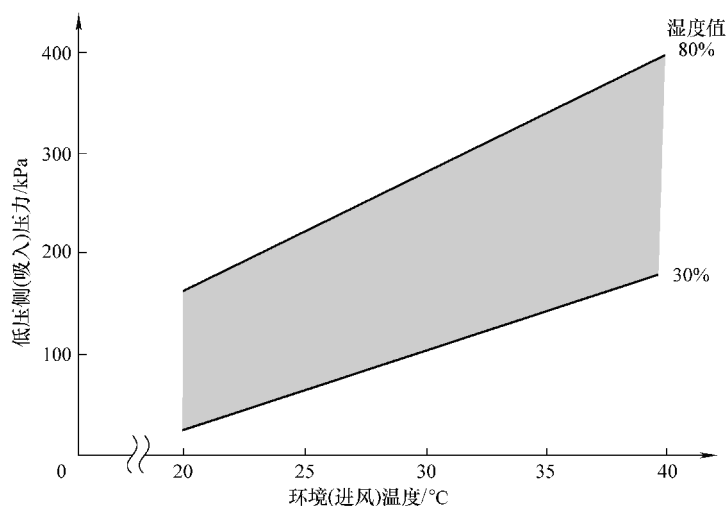

图 18-4 低压侧压力/进风温度测试图谱
12) 按下述方法记录低压侧（吸液）压力/环境空气（进风）温度测试结果（图 18-4）
- ① 沿着纵轴标记低压侧（吸液）压力。
- ② 沿着水平轴标记环境空气（进风）温度。
- ③ 从环境空气（进风）温度标记开始画一条纵轴线。
- ④ 从低压侧（吸液）压力标记开始画一条水平线直至与纵轴线相交。